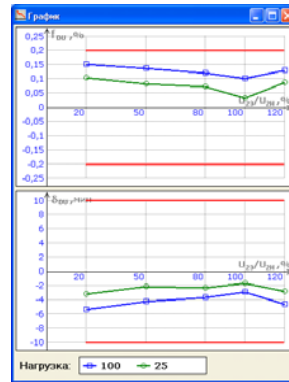

Рисунок 2.7
14) Отримані результати вимірювань можна передивитись у вигляді графіків (рисунок 2.7),